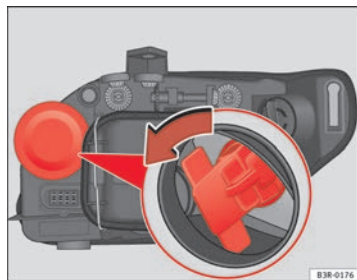

Fig. 221 Lampada luce indicatore di direzione
- Estrarre il portalamпада in senso antiorario afferrandolo per l'impugnatura ⇒ fig. 221.